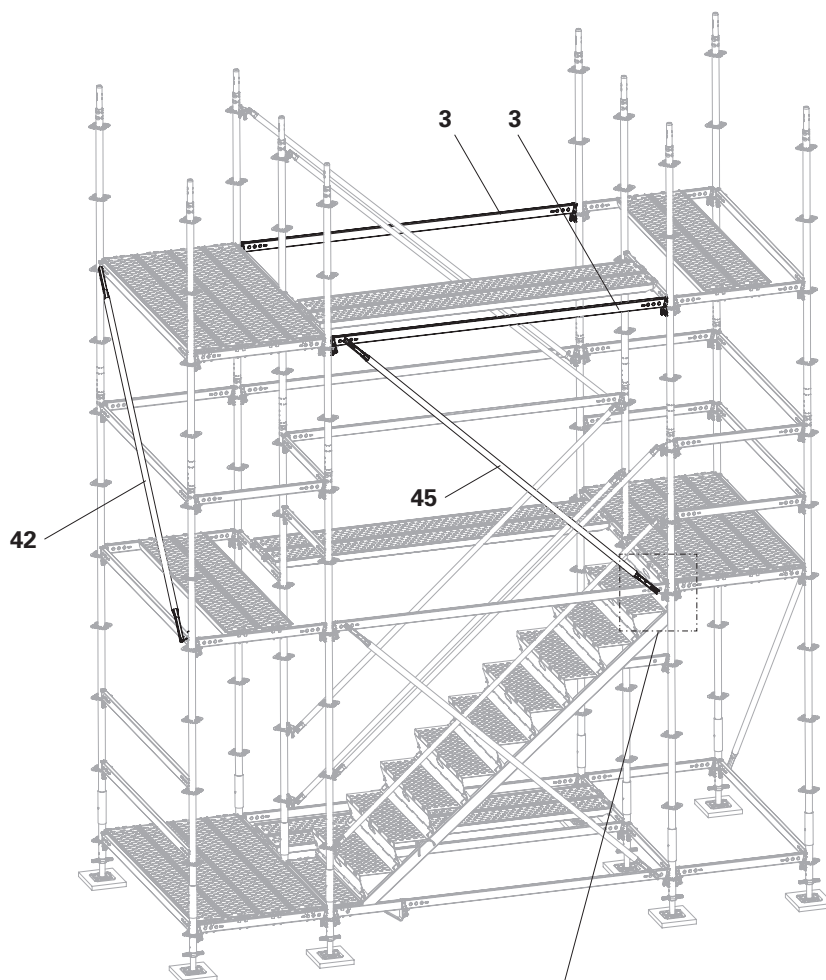

Fig. A3.03
3. Inserire i correnti orizzontali UH-2 250 (3) all'esterno dei lati lunghi.
4. Inserire il diagonale UBL-2 250/200 (45) sul livello successivo sopra la scala.
5. Inserire i diagonali UBL-2 200/200 sui lati della passerella con il nodo do aggancio in alto e il perno a gravità inclinabile in basso (42). (Fig. A3.03)